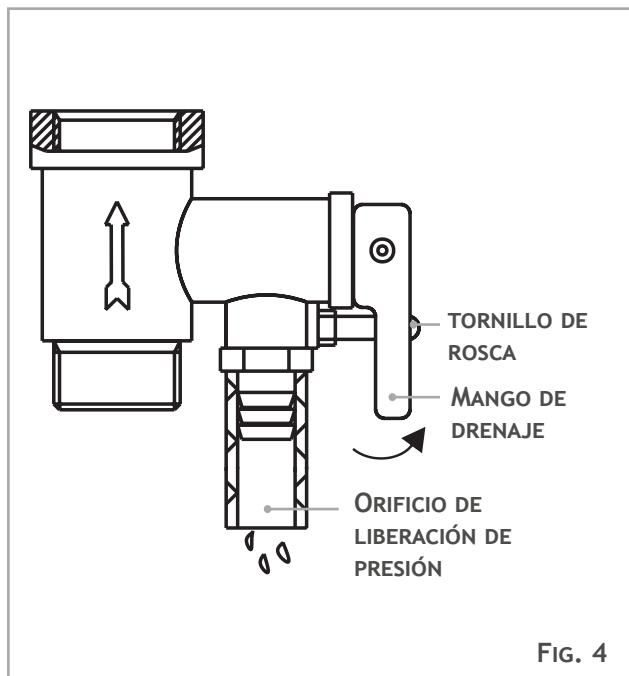

FIG. 4
9. PARA DRENAR EL AGUA DENTRO DEL RECIPIENTE INTERIOR, SE PUEDE DRENAR LEJOS DEL PUERTO DE SALIDA (GIRE EL TORNILLO ROSCADO DEL PUERTO DE SALIDA), Y TAMBIÉN SE PUEDE DRENAR LEJOS DE LA VÁLVULA DE SEGURIDAD UNIDIRECCIONAL (GIRE EL ENROSQUE DEL TORNILLO DE LA VÁLVULA DE SEGURIDAD UNIDIRECCIONAL Y LEVANTE LA MANIJA DE DRENAJE HACIA ARRIBA). (VER FIG.4)